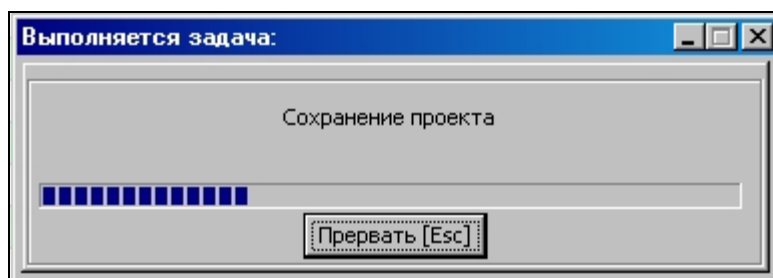

Рисунок 75
3.3.4.2 Если в момент сохранения проекта есть связь с блоком, запустится процесс загрузки всех имеющихся в интерфейсе файла описания блока значений уставок. Процесс загрузки будет отображаться в окне «Выполняется задача:» (рисунок 75). Кнопка «Прервать [Esc]» позволяет отменить сохранение проекта.